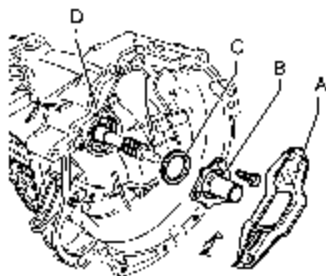

图 9-42 拆卸离合器分离装置
(2) 将离合器分离板连同分离轴承一起拆卸，旋下导向套，接着取下盘形弹簧，然后拆卸主动轴球轴承前面的卡簧，如图 9-42 所示。当球轴承、主动轴或变速器壳体不需要更换时，应记下卡簧的厚度。